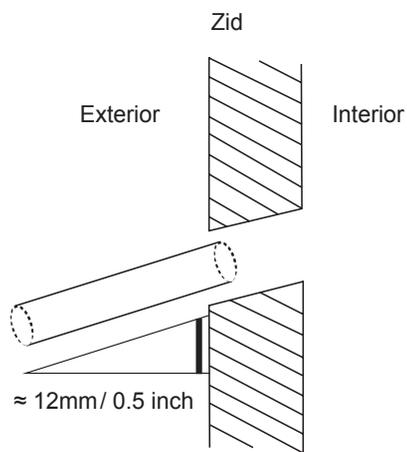

Fig. 6.5
3. Folosind un burghiu de 65-mm (2.5") faceti o gaură in perete. Asigurati-va ca gaura este la un unghi in jos ușor, astfel incat capatul exterior al găurii este mai mic decat capatul interior cu aproximativ 12 mm (0.5"). Acest lucru va asigura o buna drenare a apei (vezi fig. 6.5). Se pune protectia de perete in gaură. Aceasta protejeaza marginile gaurii si va ajuta la sigilare atunci cand terminati procesul de instalare.